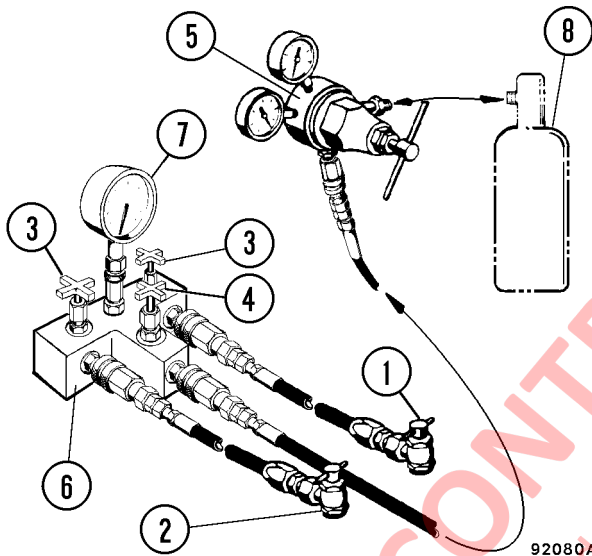
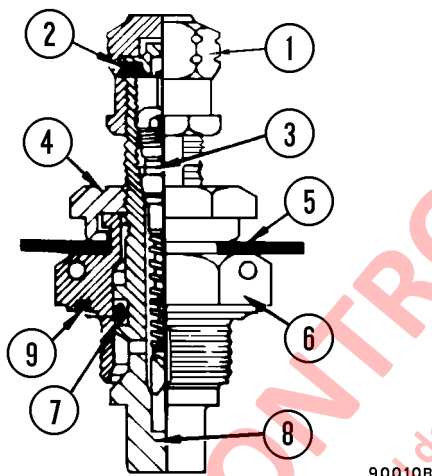

FIGURA 4-1. KIT DE CARGA HYDRAIR®
FIGURA 4-3. VÁLVULA DE CARGA
Ensamble el kit de carga como se muestra en la Figura 4-1 y asegúrelo a un contenedor de nitrógeno seco puro (8).
2. Gire completamente hacia la izquierda las manillas "T" (1, Figura 4-1) de los adaptadores (2).
3. Asegúrese de que las válvulas de salida (3) y la válvula de entrada (4) estén cerradas (giradas completamente hacia la derecha).
5. Asegure los adaptadores de la válvula de carga (2) al vástago de la válvula de carga de cada suspensión.
6. Gire la manillas "T" (1) hacia la derecha. Esto presionará el núcleo de la válvula de carga y abrirá la cámara de gas de la suspensión.
7. Abra ambas válvulas de salida (3).
1. Si se retiró, instale la válvula de carga con una nueva junta tórica (9, Figura 4-3). Lubrique la junta tórica con aceite Hydrair® limpio.
2. Apriete el cuerpo de válvula (6) (hexagonal grande) a **23 N·m (17 lb-ft)**. Debe desasentar la tuerca giratoria (4) (hexagonal pequeña) dándole tres vueltas completas hacia la izquierda.
4. Cargue las suspensiones con gas nitrógeno a una altura suficiente como para instalar los bloques de carga de nitrógeno, sin exceder 279 mm (11 in). Cierre la válvula de entrada (4, Figura 4-1).
10. Cierre la válvula de entrada (4, Figura 4-1). Deje las válvulas de salida (3) abiertas durante cinco minutos para permitir que las presiones en las suspensiones se igualen.
11. Cierre las válvulas de salida (3). Retire los componentes del kit de carga. Consulte "Desmontaje del kit de carga" más arriba en esta sección.
12. Si se reutiliza la válvula de carga, apriete la tuerca giratoria (4, Figura 4-3) a **6 N·m (50 in-lb)**.
7. Instale la válvula de carga en la suspensión. Apriete el cuerpo de válvula (6, Figura 4-3) a **23 N·m (17 lb·ft)**.
1. Si la retiró, instale la válvula de carga con una nueva junta tórica (9, Figura 4-3). Lubrique la junta tórica con aceite Hydrair® limpio.
8. Cierre las válvulas de salida (3). Retire los componentes del kit de carga. Consulte “Desmontaje del kit de carga” en esta sección.
9. Si se reutiliza la válvula de carga, apriete la tuerca giratoria (4, Figura 4-3) a **6 N·m (50 in-lb)**.